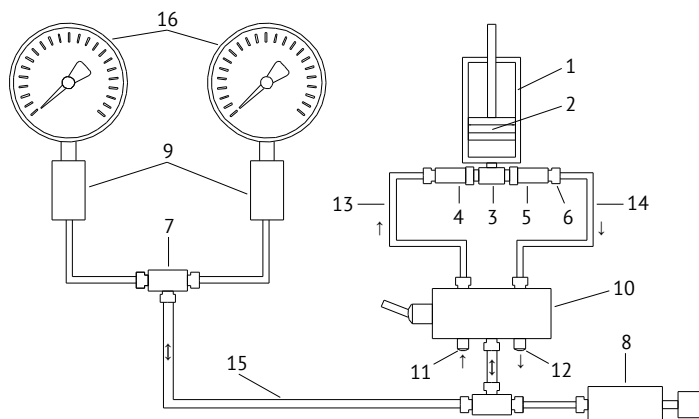

Рис. 2. Пневматическая схема ПУСК:
4.3.2 При движении *поршня 2* (Рис. 2) вверх *клапан 4* открывается и воздух через *фильтр 11*, *переключатель 10*, *ветвь разряжения 13* и *клапан 4* поступает в *цилиндр 1*. При движении *поршня 2* вниз *клапан 4* закрывается, а *клапан 5* открывается и воздух из цилиндра через *ветвь давления 14*, *переключатель 10* поступает в измерительную ветвь *15*, создавая в ней избыточное давление. При последующем накачивании давление в измерительной ветви будет возрастать. Для уменьшения давления в измерительной ветви необходимо плавно приоткрыть *регулируемый дроссель 8*.